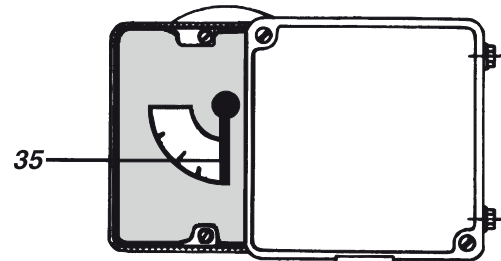

Fig. 20: instalação do ponteiro **35** e da placa da tampa transparente
- m) Instale a placa da tampa transparente (consulte a Fig. 20).